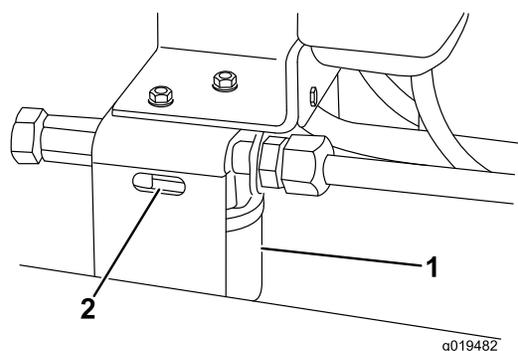

図 75
2. フィルタ容器の周辺をウェスできれいにぬぐう。フィルタ（図 75）の取り付け部周辺をきれいにふき、下に廃油受けを置いてフィルタを外す。